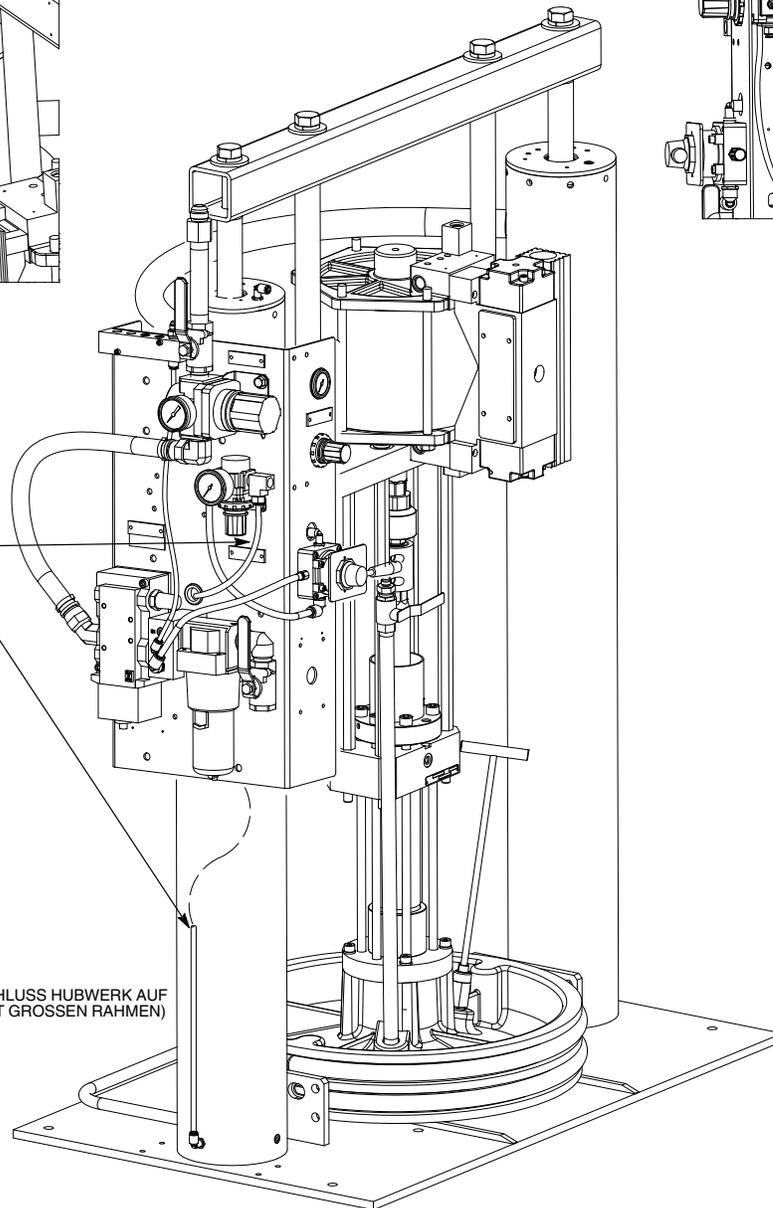

Abbildung 4 Schlauchanschlüsse Hubwerk auf und Hubwerk ab
1. Siehe Abbildung 4. Schlauchanschluss für Hubwerk auf (1) wie abgebildet herstellen.
2. Schlauchanschluss für Hubwerk ab (3) zwischen Regler (2) und Rahmenverschraubung (4) herstellen.